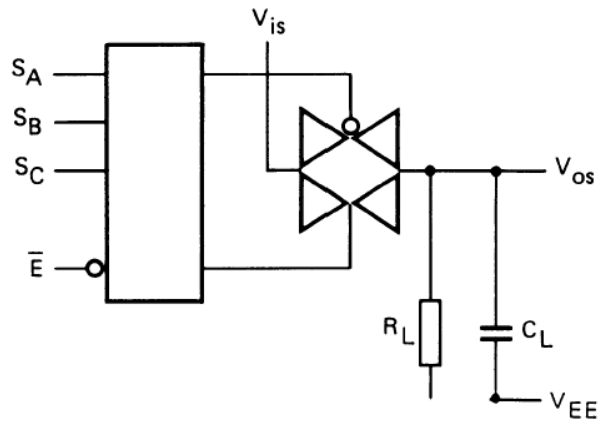

图 3
- $R_L=10K\Omega$ 到 V_{EE} ; $C_L=50pF$ 到 V_{EE} ; $\overline{E}=V_{SS}$; $V_{IS}=V_{DD}$ (方波); 如图 3 所示
- $R_L=10K\Omega$; $C_L=50pF$ 到 V_{EE} ; $\overline{E}=V_{SS}$; $S_n=V_{DD}$ (方波); $V_{IS}=V_{DD}$ 和 R_L 到 V_{EE} 用来测量 t_{PLH} ; $V_{IS}=V_{EE}$ 和 R_L 到 V_{DD} 用来测量 t_{PHL} ; 如图 3 所示
- $R_L=10K\Omega$; $C_L=50pF$ 到 V_{EE} ; $\overline{E}=V_{DD}$ (方波); $V_{IS}=V_{DD}$ 和 R_L 到 V_{EE} 用来测量 t_{PHZ} 和 t_{PZH} ; $V_{IS}=V_{EE}$ 和 R_L 到 V_{DD} 用来测量 t_{PLZ} 和 t_{PZL} ; 如图 3 所示
- $R_L=10K\Omega$ 到 V_{EE} ; $C_L=15pF$ 到 V_{EE} ; \overline{E} 或 $S_n=V_{DD}$ (方波); 干扰是 $|V_{OS}|$ (峰值); 如图 3 所示